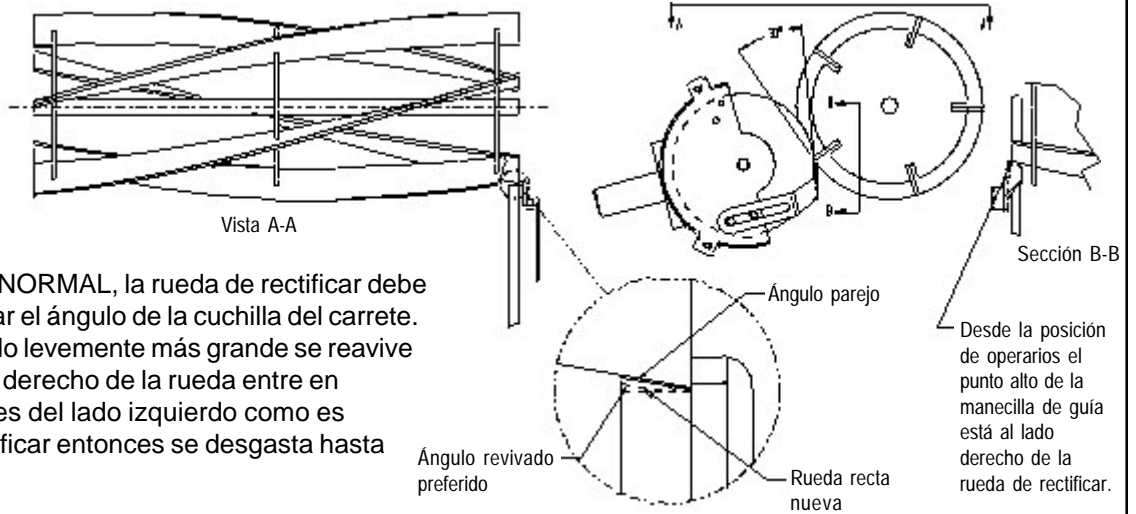
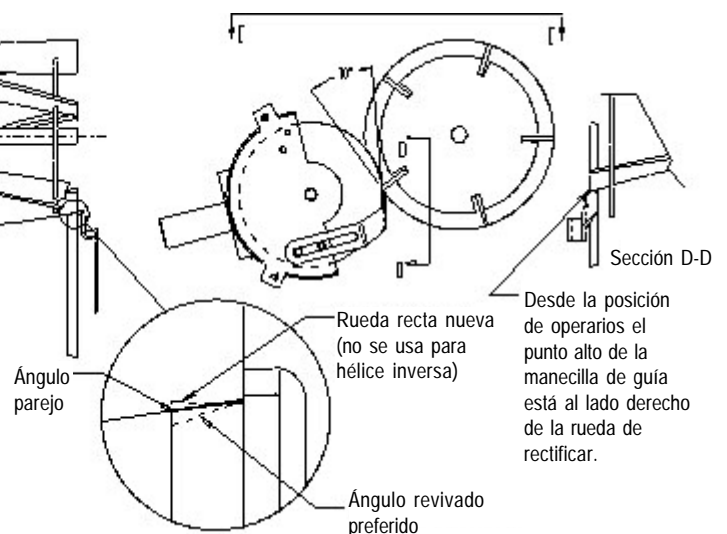

FIG. 28
FIG. 29
A. Verifique para ver si su unidad de segadora es de hélice normal o inversa. **NOTA:** Cuando usted mira la manecilla de guía en la FIG. 28 muestran la hélice normal del carrete. El punto alto de la manecilla de guía esta a mano derecha de la rueda de rectificar. Vea la FIG. 29 para hélice inversa. La mayoría de las unidades de segadora son de hélice normal.
El punto alto de la manecilla de guía siempre debe de estar en el rincón de la rueda de rectificar que hace el contacto con el carrete. (Vea FIG. 28 y 29)